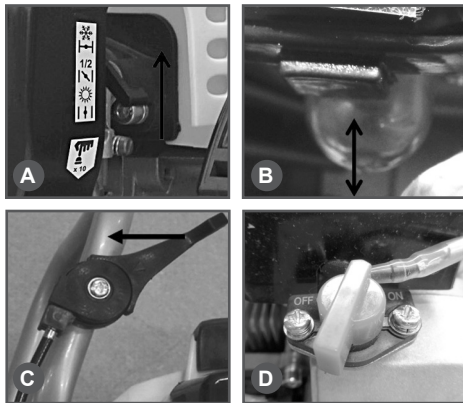

Рис.8 А – рычаг воздушной заслонки, В – ручной топливный насос, С – рычаг газа, D – выключатель зажигания.
2. Закройте воздушную заслонку. Для этого рычаг заслонки переведите в верхнее положение (Рис.8А).
3. Рычаг газа установите в среднее положение (Рис.8С).
4. Нажмите на ручной топливный насос 5-10 раз, до появления в нем топлива. (Рис.8В).
2. Дайте двигателю мотопомпы поработать без нагрузки в течение 15-20 секунд, затем заглушите двигатель, установив выключатель зажигания в положение «OFF» Рис.8.